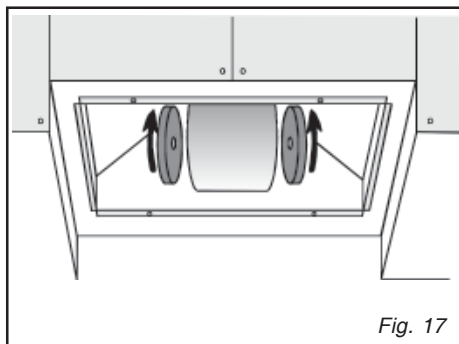

Fig. 17
• Démontage du filtre à charbon (fig.17)
Démonter ensuite le filtre à charbon (fig. 17) : retirer le filtre à charbon par un mouvement de rotation dans le sens des aiguilles d'une montre.